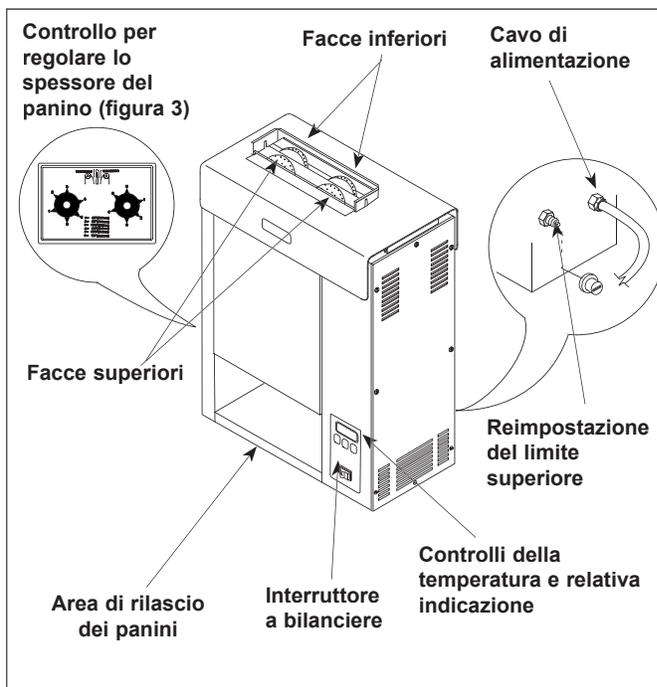

Figura 2. Tostapane VCT-2000
2. Portare in posizione ON (acceso) l'interruttore a bilanciere (figura 2). Attendere che il tostapane si riscaldi per circa 30 minuti prima di procedere.
NOTA: sul visore della temperatura (figura 2) lampeggerà l'indicazione "LO" fino a quando l'unità non raggiunge la temperatura di esercizio prestabilita. Una volta raggiunta questa temperatura (315°C o 600°F), sul visore apparirà l'indicazione "USE" a segnalare che l'unità è pronta per tostare i panini. Se questa indicazione non compare nella finestrella al termine dei 30 minuti di riscaldamento, rivolgersi al centro di servizio autorizzato.
3. Inserire le facce superiori dei panini nell'apertura anteriore e quelle inferiori nell'apertura posteriore (figura 2). I lati tagliati delle facce superiore e inferiore dei panini devono trovarsi l'una di fronte all'altra.
4. I panini tostati saranno scaricati nell'area di rilascio dei panini (figura 2). Il tempo necessario per tostare le facce inferiori è di 8 secondi circa, mentre per le facce superiori è di 12 secondi circa.
Il dispositivo di controllo del limite superiore disattiva l'alimentazione elettrica al riscaldatore e ai circuiti di controllo allorché l'unità si surriscalda. Per reimpostarlo, lasciare raffreddare l'unità per un tempo sufficiente (10-15 minuti), quindi individuare il pulsante di reimpostazione sul retro dell'unità. Togliere il cappuccio nero di protezione, premere il pulsante e richiuderlo con lo stesso cappuccio (figura 2).